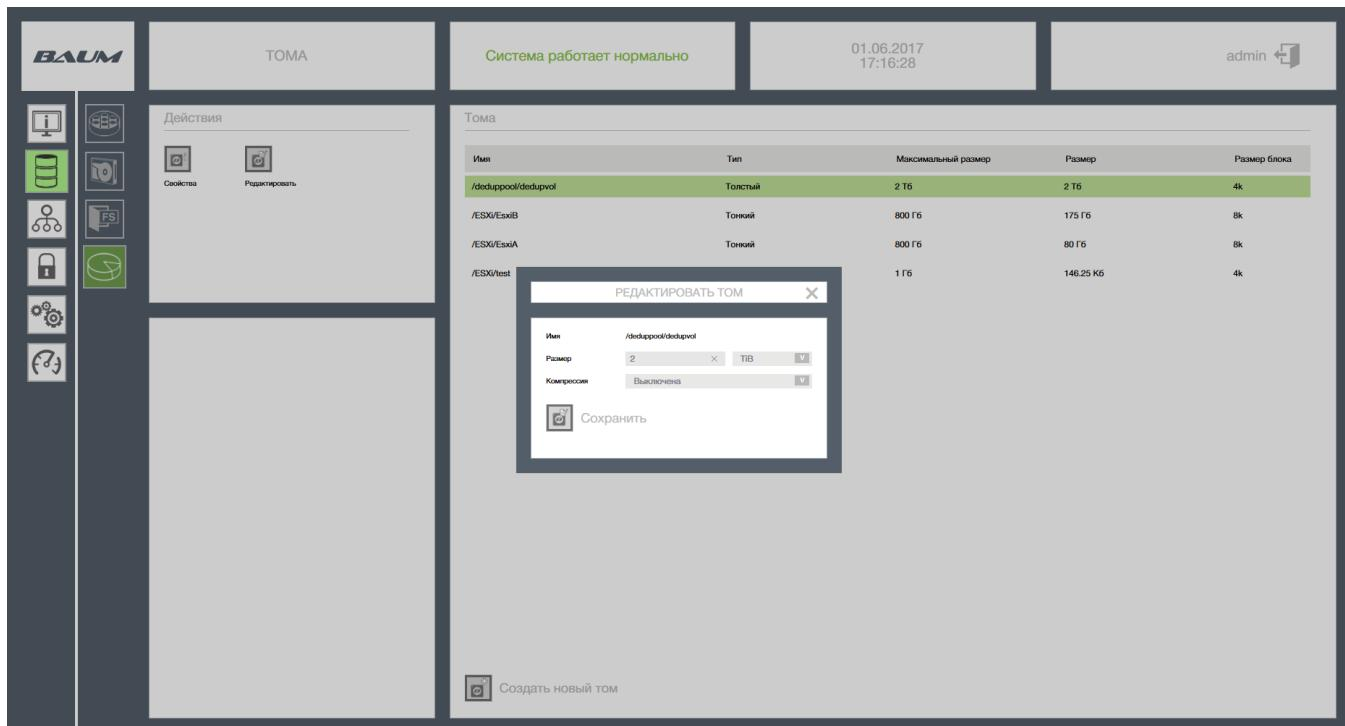

Рисунок 55 – Редактирование ресурса на примере Тома
- 1) Выбрать нужную вкладку доступа («Дисковое пространство» → «Файловые системы/Тома») (см. Рисунок 55).
- 1) Выбрать нужную вкладку доступа («Дисковое пространство» → «Файловые системы/Тома») (Рисунок 55).